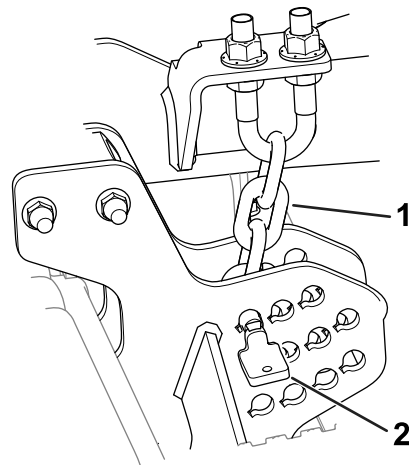

Figura 10
1. Retire los pasadores que fijan las cadenas de altura de corte en la parte trasera de la unidad de corte (Figura 10).
debe colgar recta (Figura 10); no debe estar torcida.